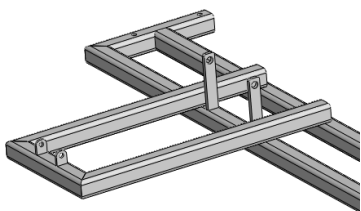

图 6-88 拉伸切除和圆角操作效果
STEP 9 为 **STEP 8** 中创建的长的拉伸体执行半径为 10mm 的圆角操作，为短的拉伸体执行半径为 5mm 的圆角操作，然后在距离上部平面 15mm 处为长拉伸体创建一直径为 15mm 的孔，再在距离上部平面 10mm 处为短拉伸体创建一直径为 10mm 的孔，其效果如图 6-88 所示。